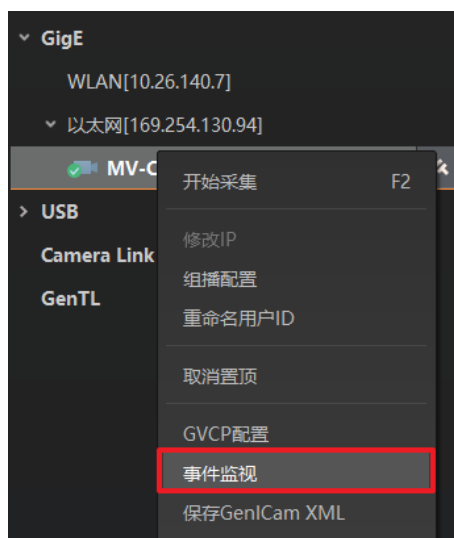

图8-13 启用事件监视功能
3. 在已连接的相机处，右键菜单中选择“事件监视”，如图 8-13 所示。